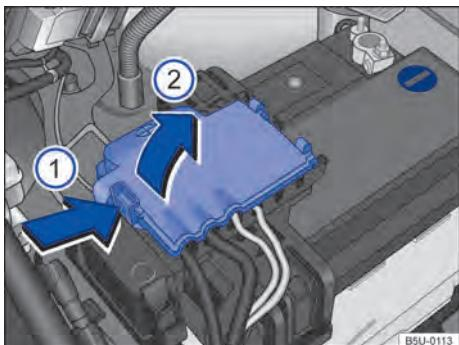

Fig. 168 Compartimento do motor: acesso ao terminal positivo da bateria.
- Abrir a cobertura do polo positivo. Para abrir pressionar a trava no sentido da seta → Fig. 168 ①, rebater a cobertura para o lado no sentido da seta ②.